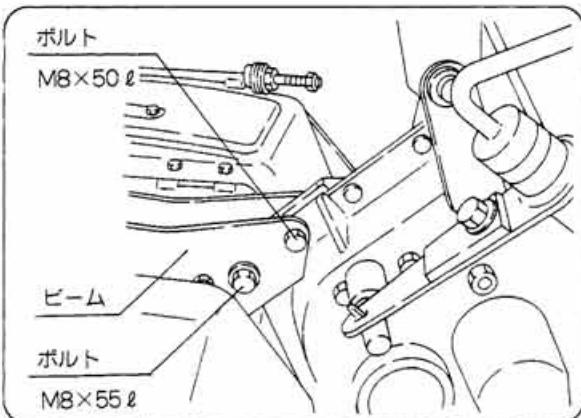

図57
- ① ビーム取付ボルト2本(M8×50ℓ、M8×55ℓ各1本)のナットをゆるめてください。(図57)